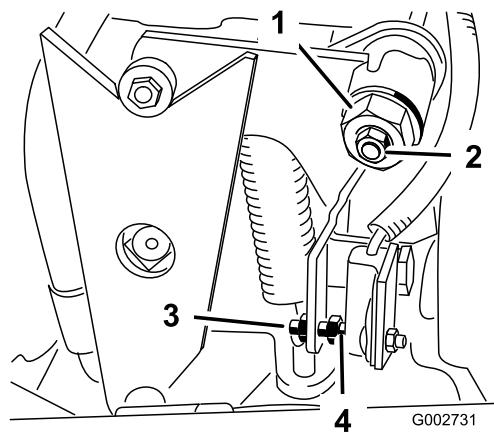

図 33
4. トラクション調整カムのロックナットをゆるめる(図 33)。
5. エンジンを始動し、カム(図 33)を左右に回してニュートラル位置の中心に合わせる。
3. ネジを回して、すき間を 1.5 ± 0.8 mm に調整する(図 33)。